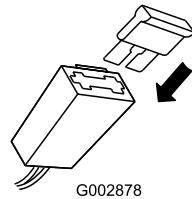

Figura 7
2. Introduzca el fusible en el portafusibles (Figura 7).